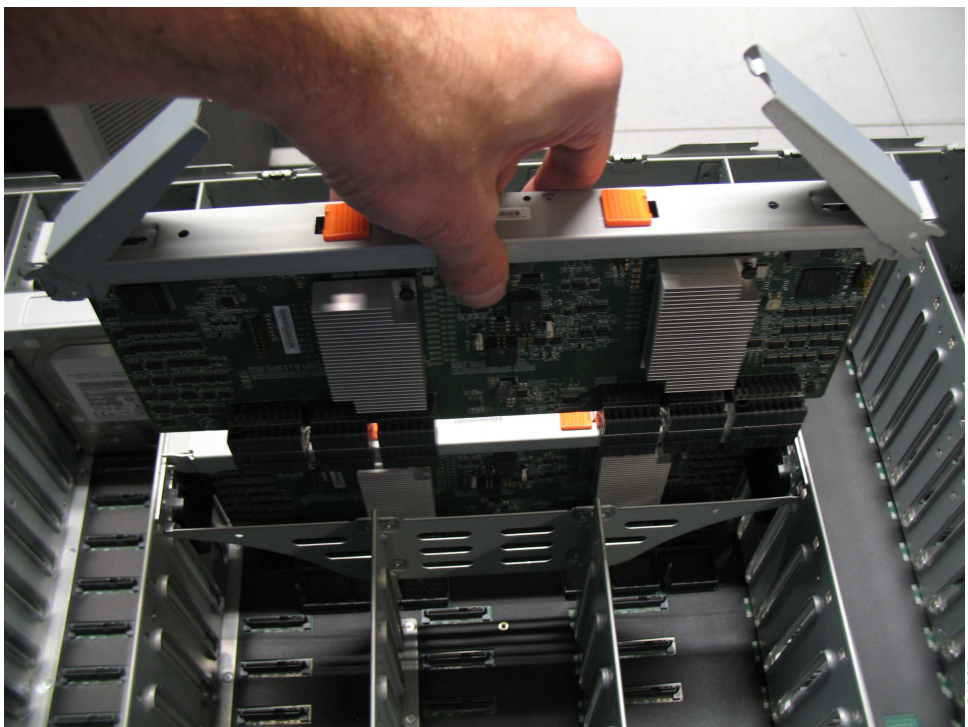

图 89. 更换辅助扩展模块
4. 小心地将辅助扩展模块的边缘与机柜中的导向槽对齐，如第 85 页的图 89 中所示。